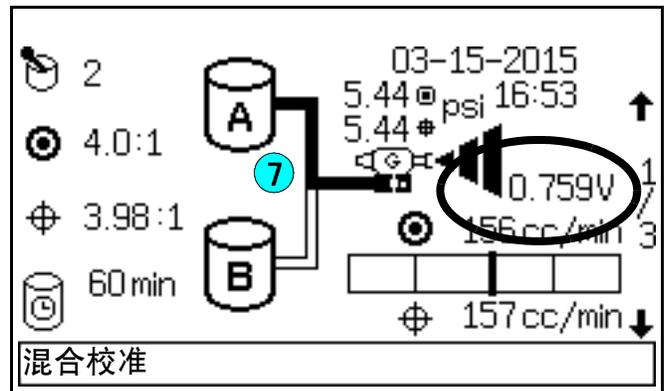

图 98. 状态屏幕
5. 返回 **状态屏幕**（见图 98）。屏幕底部的状态栏将显示混合校准进行中。
7. 在 **状态屏幕**（参见图 98）上，电压将在 0 开始，并增加至 3.3 V。在校准期间，流速也将开始增加，但是对于最开始的一些电压增加，可能没有表现出这一点。